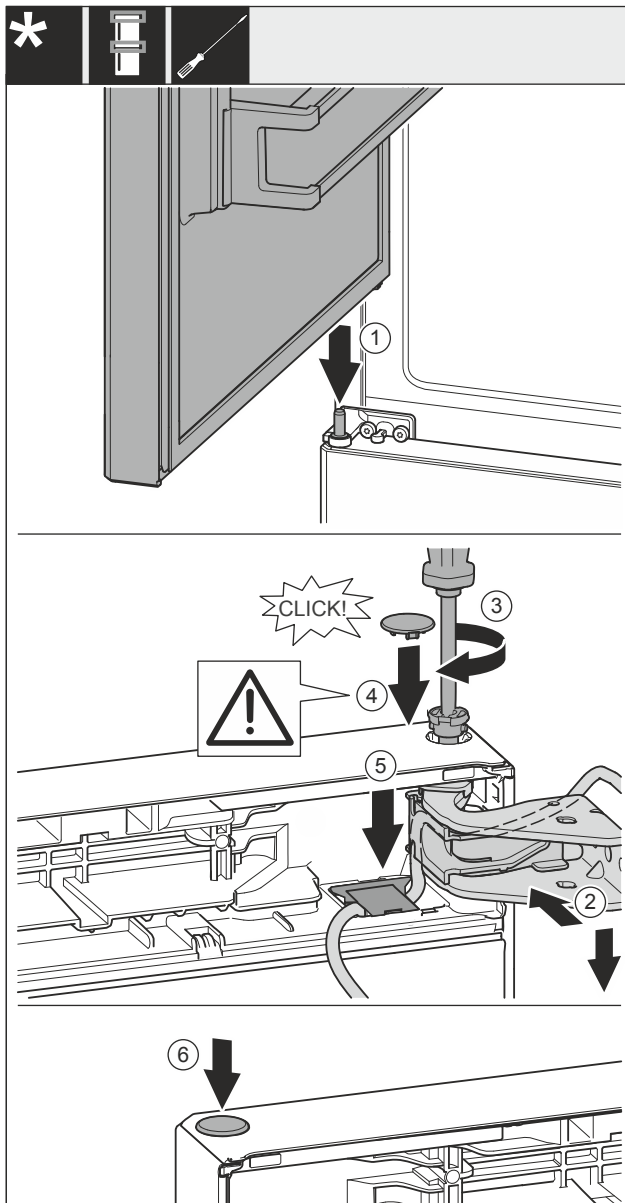

Fig. 55
- ▶ Obere Tür auf mittleren Lagerbolzen Fig. 55 (1) setzen.
- ▶ Tür oben zur Öffnung im Lagerbock Fig. 55 (2) ausrichten.
- ▶ Bolzen Fig. 55 (3) einsetzen und mit Schraubendreher festschrauben.
- ▶ Abdeckung Fig. 55 (4) einsetzen.
- ▶ Kontrollieren, dass die Abdeckung Fig. 55 (4) auf der Tür aufliegt.
- ▶ Abdeckung Fig. 55 (5) einsetzen und nach unten drücken bis sie einrastet.
- ▶ Abdeckung Fig. 55 (6) einsetzen.